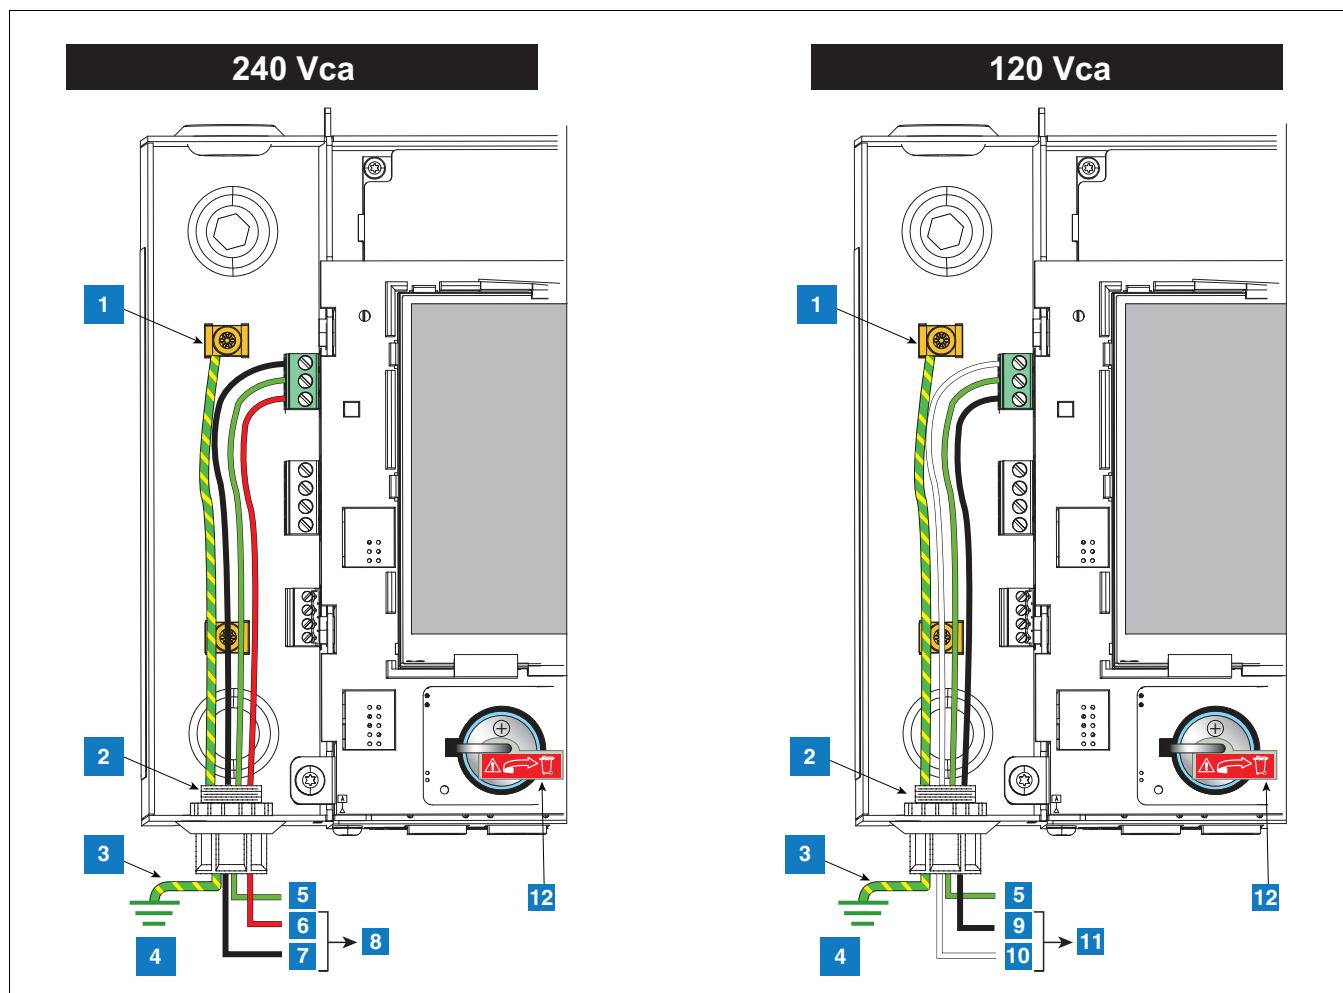

Figure 5. Câblage d'alimentation CA à la console
3. Connectez les fils d'alimentation d'entrée 120 ou 240 Vca comme illustré sur la Figure 5.
LEGENDE DE LA Figure 5